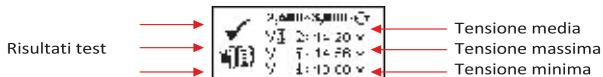

Fig.41
5. Tenendo il motore a circa 3.000 giri/minuto, il timer inizierà il countdown da 10s a 0s. Non appena raggiunto lo 0, i risultati verranno automaticamente visualizzati come esempio mostrato di seguito (Fig.41).
7. Continuando dal test precedente (Fig. 41, 42 o 43), passati cinque secondi, l'analizzatore procederà automaticamente alla prova di carico tra 1.500 a 2.000 giri / min come mostrato in Fig.44 di seguito.